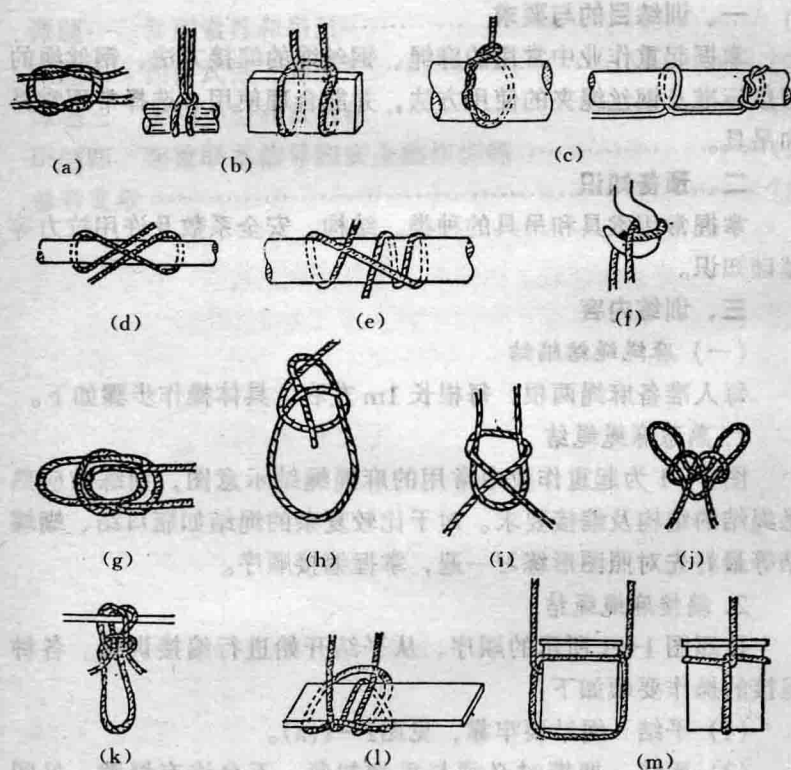

图 1—1 常用麻绳绳结
(6) 挂钩结 结好绳结后挂在起重机吊钩上，两绳头应交叉，见图1—1(f)。
操作有误, 见图1—1(g)。
(8) 水手结 按规定的顺序操作。该绳结的特点是绳结牢靠, 易于解开, 拉紧后不出死结。结好绳结后套在物体上, 如出现死结说明操作有误, 见图1—1(h)。
(9) 单帆索结 要求连接可靠, 能承受较大的拉力, 见图1—1(i)。